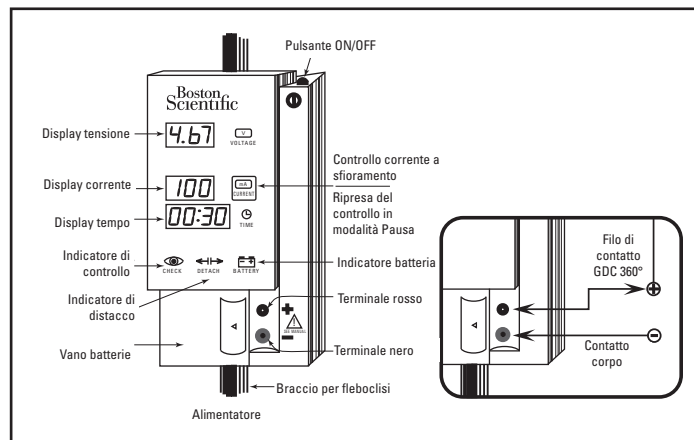

Figura 5. Alimentatore della spirale staccabile
- g. Premere il pulsante On/Off situato in alto a destra sull'alimentatore (Figura 5). Tutti i display si illuminano e il sistema esegue un controllo automatico.